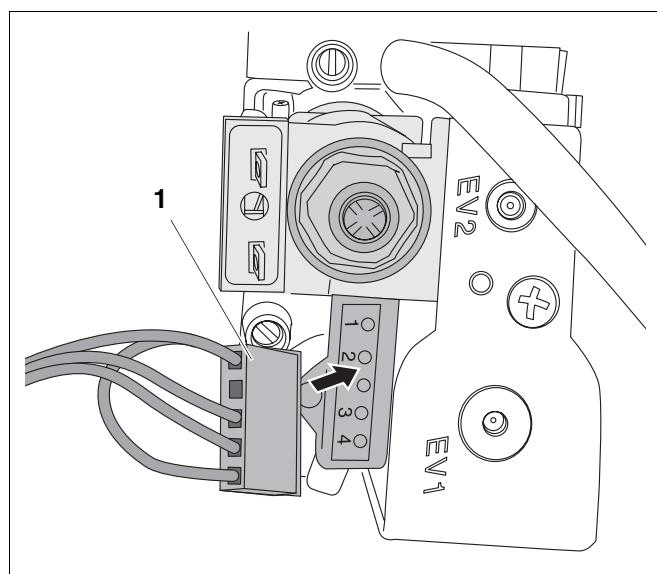

Рис. 24 Проверка управления арматуры газовой горелки
- Вытянуть штекер (рис. 24, поз. 1) на газовой арматуре.
- Включить вольтметр между контактами 3 и 4 (рис. 24, поз. EV1) штекера (диапазон измерения: 230 В[~]).
- Включить вольтметр между контактами 3 и 1 (рис. 24, поз. EV1) штекера.
- Измерить сопротивление между контактами 3 и 4 (рис. 24, поз. EV1) газовой арматуры (ок. 900 Ом).
- Измерить сопротивление между контактами 3 и 1 (рис. 24, поз. EV1) газовой арматуры (ок. 6500 Ом).